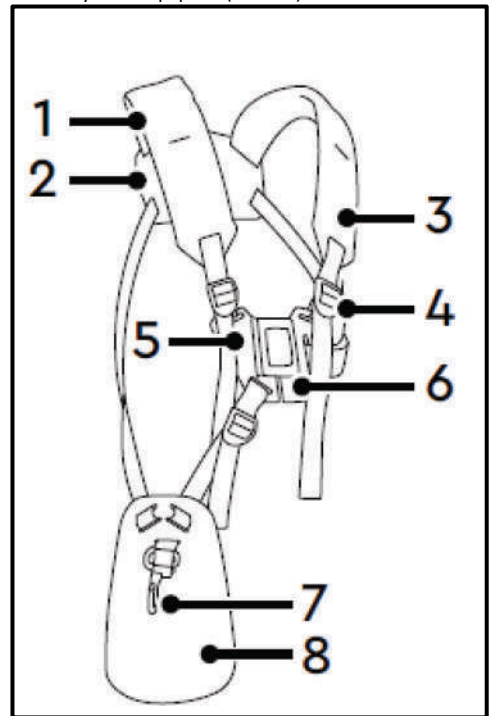

Рис. 17
- Вдягніть на праве плече наплічник (1) із захисним щитком (8), а на ліве плече – наплічник (3) (Рис. 17). З'єднувальна пластина (2) ременів повинна знаходитися на спині (Рис. 17). Карабін (7) та захисний щиток (8) повинні знаходитися на правому стегні.
- З'єднайте за зчепіть застібки (5) та (6) (Рис. 17). Правильно одягнутий ремінь зображено на Рис. 18.
- Підтягуванням та відпусканням ременевої стрічки в місця її фіксації (4) відрегулюйте плечові ремені так, щоб усі частини ременів прилягали до тіла і Вам було комфортно (Рис. 17).